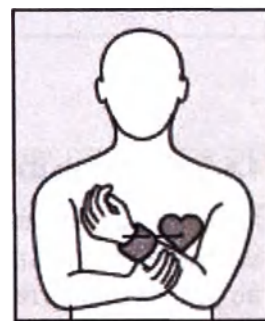

Рис.8
- 2) Расположите манжету на уровне сердца, слегка прижимая левую руку к груди (рис. 8).